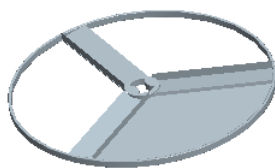

图 5.14 填充曲面 1
Step8. 创建图 5.14 所示的填充曲面 1。
- (1) 单击 **分型面** 操控板 **曲面设计** 区域中的“填充”按钮 **填充**，此时系统弹出“填充”操控板。